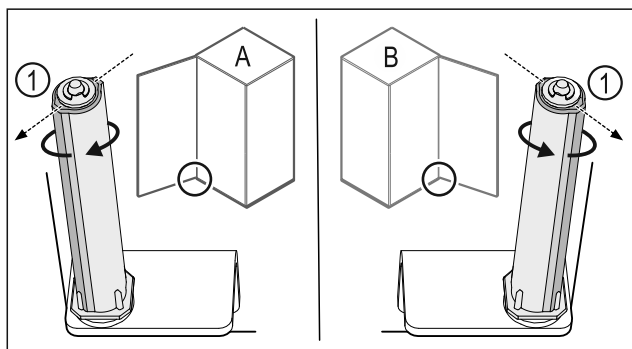

Fig. 42 Hapja majtas (A) / Hapja djathtas (B)
- ▶ Rrotulloni sistemin e mbylljes kundër rezistencës, derisa shufra e sistemit të mbylljes Fig. 42 (1) të jetë drejtuar nga jashtë.